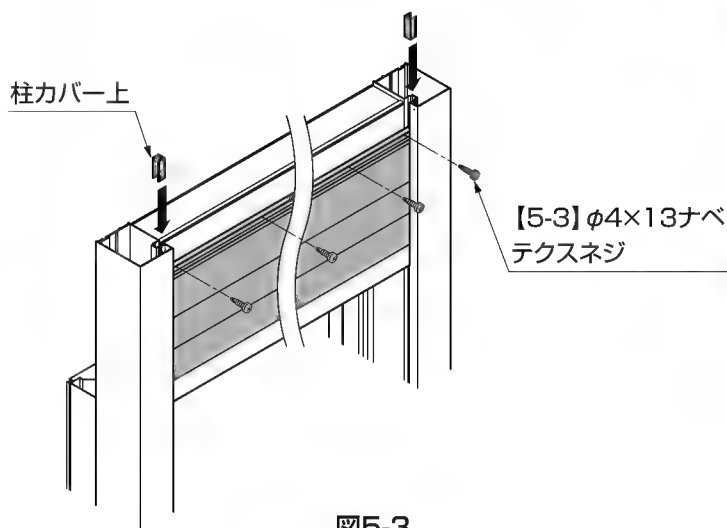

図5-3
- ②前面パネルを【5-3】で前面パネル上枠に固定してください。(図5-3参照)
- ③柱カバー上を柱の溝に入れてください。(図5-3参照)